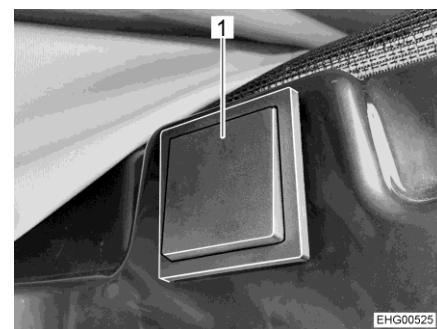

Fig. 48 Tasto per lo sblocco elettrico
Il tasto per lo sblocco elettrico (Fig. 48) è ubicato sul lato destro nella zona sopra la porta scorrevole.
- Premere per circa 2 secondi il tasto (Fig. 48,1).